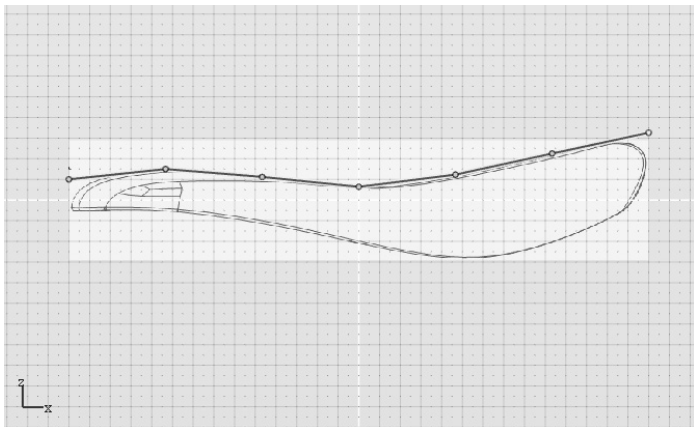

图 7-62 调整控制顶点符合背景图像
3) 按快捷键〈A〉激活编辑顶点状态，使用背景图像作为参考，调整所有控制顶点跟随背景图像的形状，如图 7-62 所示。